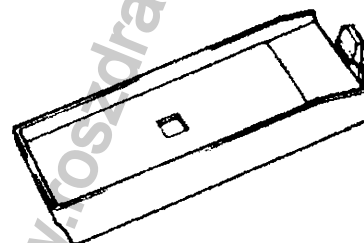

Рисунок 3-3
2. Поместите лист фильтровальной бумаги (2) на стеклянную пластинку. Смотри Рис.3-3.